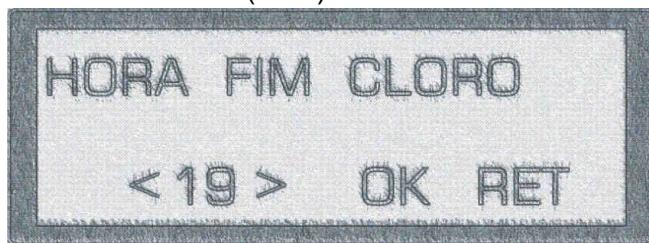

Figura 50.2
- 3) Definido o horário de inicio da operação, há a necessidade agora de se definir o horário de término do processo de geração de cloro. Normalmente em uma instalação, iniciamos por ter um tempo igual ao tempo de filtragem (moto bomba ligada) conforme na **figura 50.2**. Após alguns dias se houver necessidade, este tempo poderá ser alterado para adequação à necessidade de sua piscina. Pressionando as teclas **T1** ou **T2**, poderemos alterar a hora de término do processo de geração de cloro e com a tecla **T3** (OK) confirmamos a alteração e passamos a etapa seguinte da programação. Se houver necessidade de se retornar à tela anterior, pressione a tecla **T4** (RET).
- 6) Após a confirmação do horário de fim de bombeamento, a programação passará ao dia seguinte da semana (conforme **figura 50**), onde haverá a necessidade das programações de inicio de operação (conforme **figura 50.1**), fim da cloração (conforme **figura 50.2**) e fim de bombeamento (conforme **figura 50.3**) e assim sucessivamente até finalizarmos todos os dias da semana. Quando todos os dias da semana estiverem programados, aperte a tecla **T4** (RET) até que o display retorne ao estado em que se encontrava no inicio da programação.